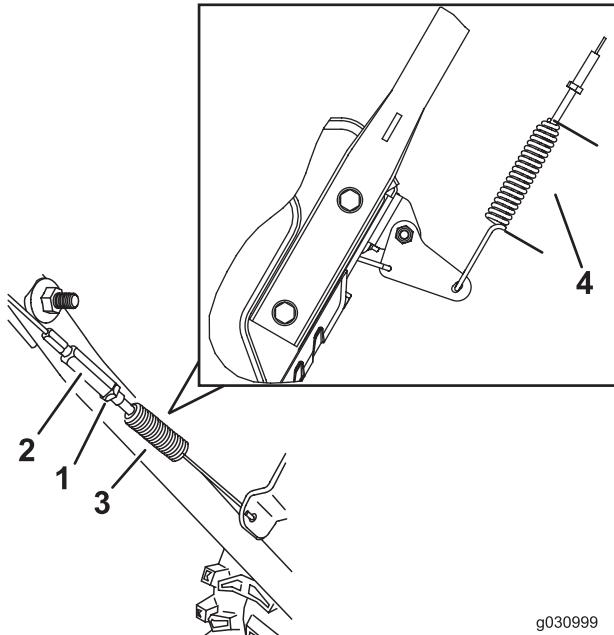

Figure 38
3. Desserrez ou serrez le tendeur afin de régler la longueur du ressort à 5,5 cm (2,18 po) (Figure 38).
4. Serrez l'écrou de blocage (Figure 38) en vous assurant que le câble est légèrement tendu.